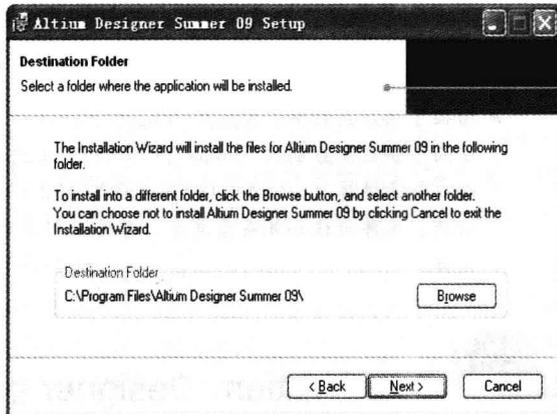

图 1-4 选择安装路径对话框
(4) 单击  按钮继续下一步操作，在弹出的对话框中用户可以利用  按钮选择软件的安装路径。默认的安装路径为“C:\Program Files\Altium Designer Summer 09\”。当然，也可以将其安装在其他路径，单击  按钮选择其他安装路径。这里选择“C:\Program Files\Altium Designer Summer 09\”为安装路径，如图 1-4 所示。